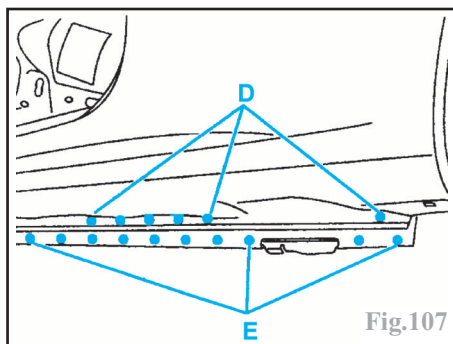

Fig.107
- par points bouchons au **MIG** (suivant **D**) et meuler (Fig.107),